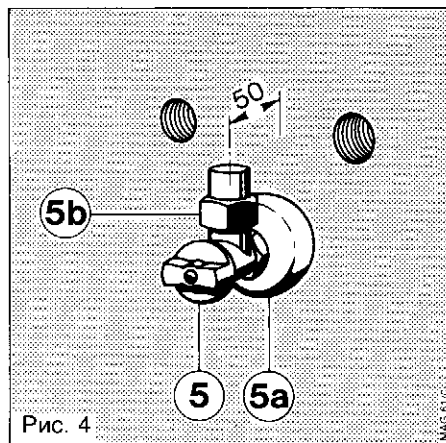

Рис. 4
5.3 Установка газового запорного крана (Рис. 4) и подключение водопровода
- Вывернуть гайку (рис. 4, поз. 5b) из газового запорного крана и плотно вернуть её в патрубок аппарата.